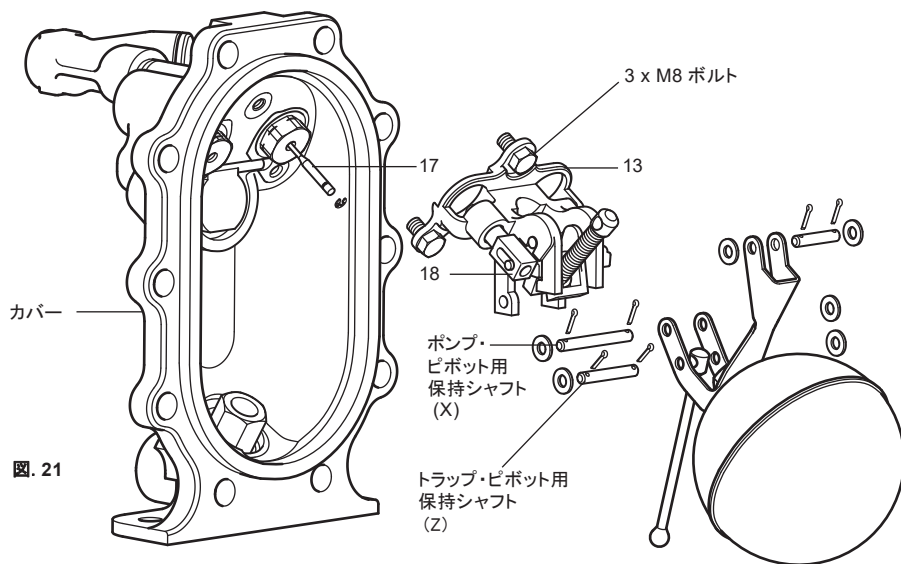

図. 21
4. ポンプ・ピボット保持シャフト(Z) 一方の側から、スプリット・ピン及びワッシャーを取り外します。
6. ポンプ・ピボット保持シャフト(X) 一方の側からスプリット・ピン及びワッシャーを取り外します。
10. 下記の順序で交換用シャフトは容易に取り付けられます。(図21参照)